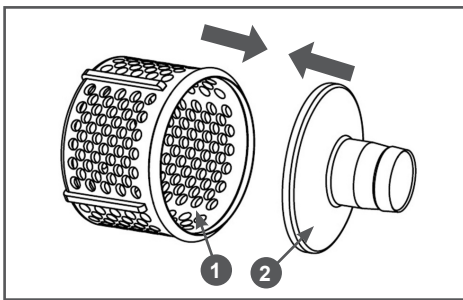

Рис. 12 Сборка всасывающего фильтра
4. Соедините корпус 1 всасывающего фильтра и крышку 2 с патрубком (Рис. 12). Убедитесь, что крышка 2 всасывающего фильтра полностью защёлкнулась на ободке корпуса 1 (Рис. 12).